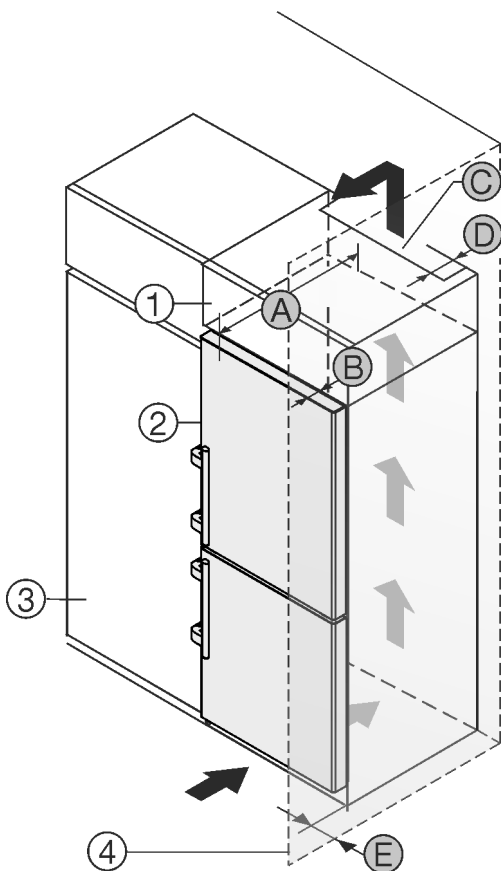

Fig. 2
Můžete přístroj nainstalovat přímo vedle kuchyňské skříňky *Fig. 2 (3)*.*
Na zadní straně nastavné skříňky musí být větrací šachta hluboká *Fig. 2 (D)* přes celou šířku nastavné skříňky.*
Pod stropem místnosti musí být dodržen ventilační průřez *Fig. 2 (C)*.*
Když přístroj instalujete závěsy vedle stěny *Fig. 2 (4)*, musí být vzdálenost mezi přístrojem a stěnou minimálně 57 mm. To odpovídá přesahu madla při otevřených dveřích.*
Aby bylo možné dvířka plně otevřít, musí přístroj přesahovat o hloubku dvířek *Fig. 2 (B)* vůči přední linii kuchyňské skříňky. V závislosti na hloubce kuchyňských skříněk *Fig. 2 (3)* a použití vymezovačů odstupu od stěny může přístroj vyčnívat dále.*